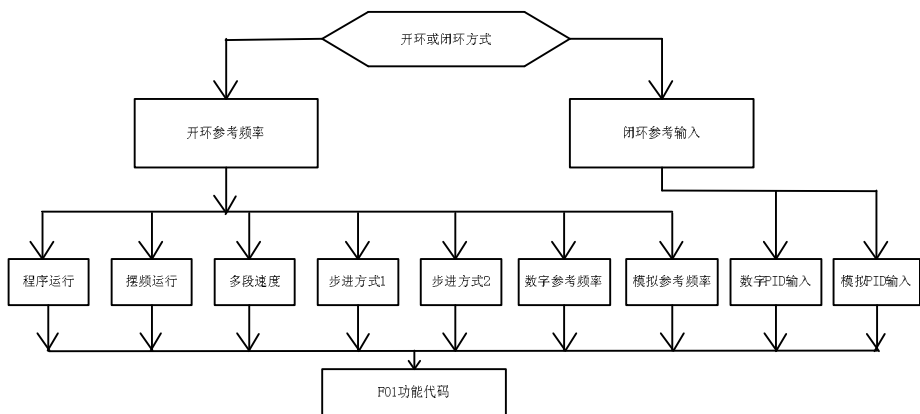

图 5-1 F01 功能代码内容显示值
- ┃ 当变频器的直流母线电压小于软启动接触器的动作阈值时，F01 功能代码的内容值显示为 LU。F01 功能代码显示值如图 5-1 所示。